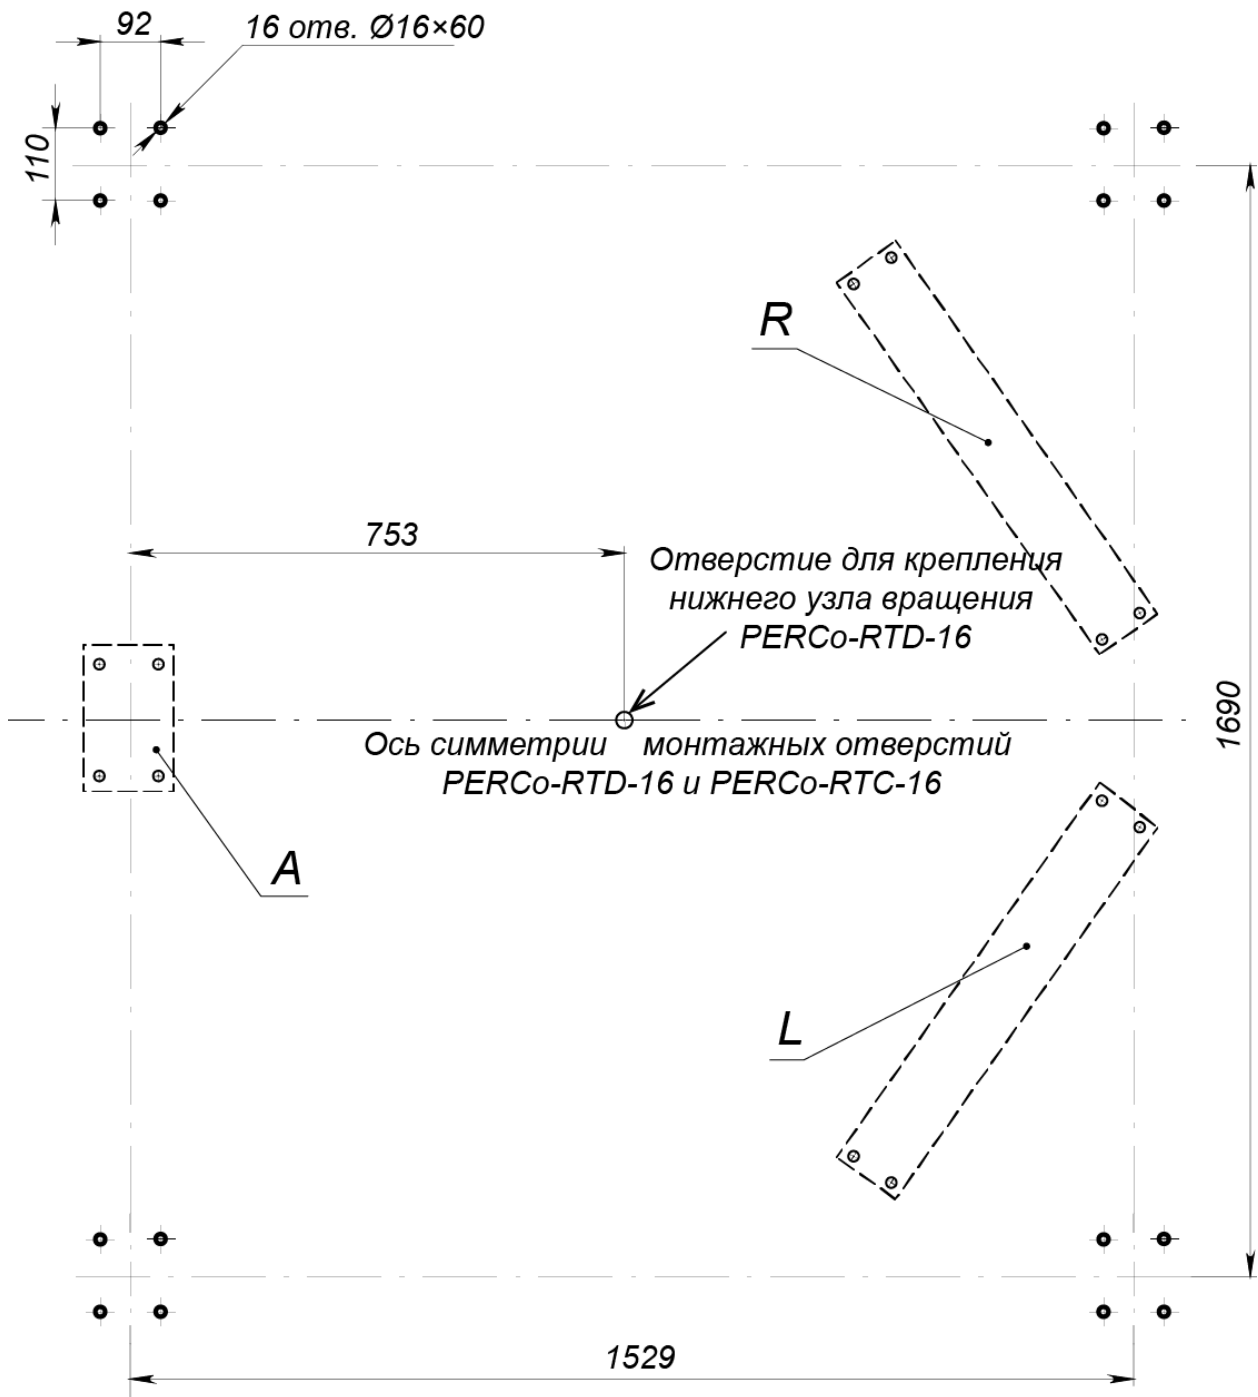

Рисунок 3. Схема разметки отверстий для установки крыши **PERCo-RTC-16**:
2. Выполните на установочной поверхности разметку отверстий для монтажа стоек (3) в соответствии с рис. 3. Разметку отверстий для монтажа крыши рекомендуется выполнять одновременно с разметкой отверстий для монтажа турникета. Оси симметрии монтажных отверстий турникета и крыши совпадают (см. рис. 3).